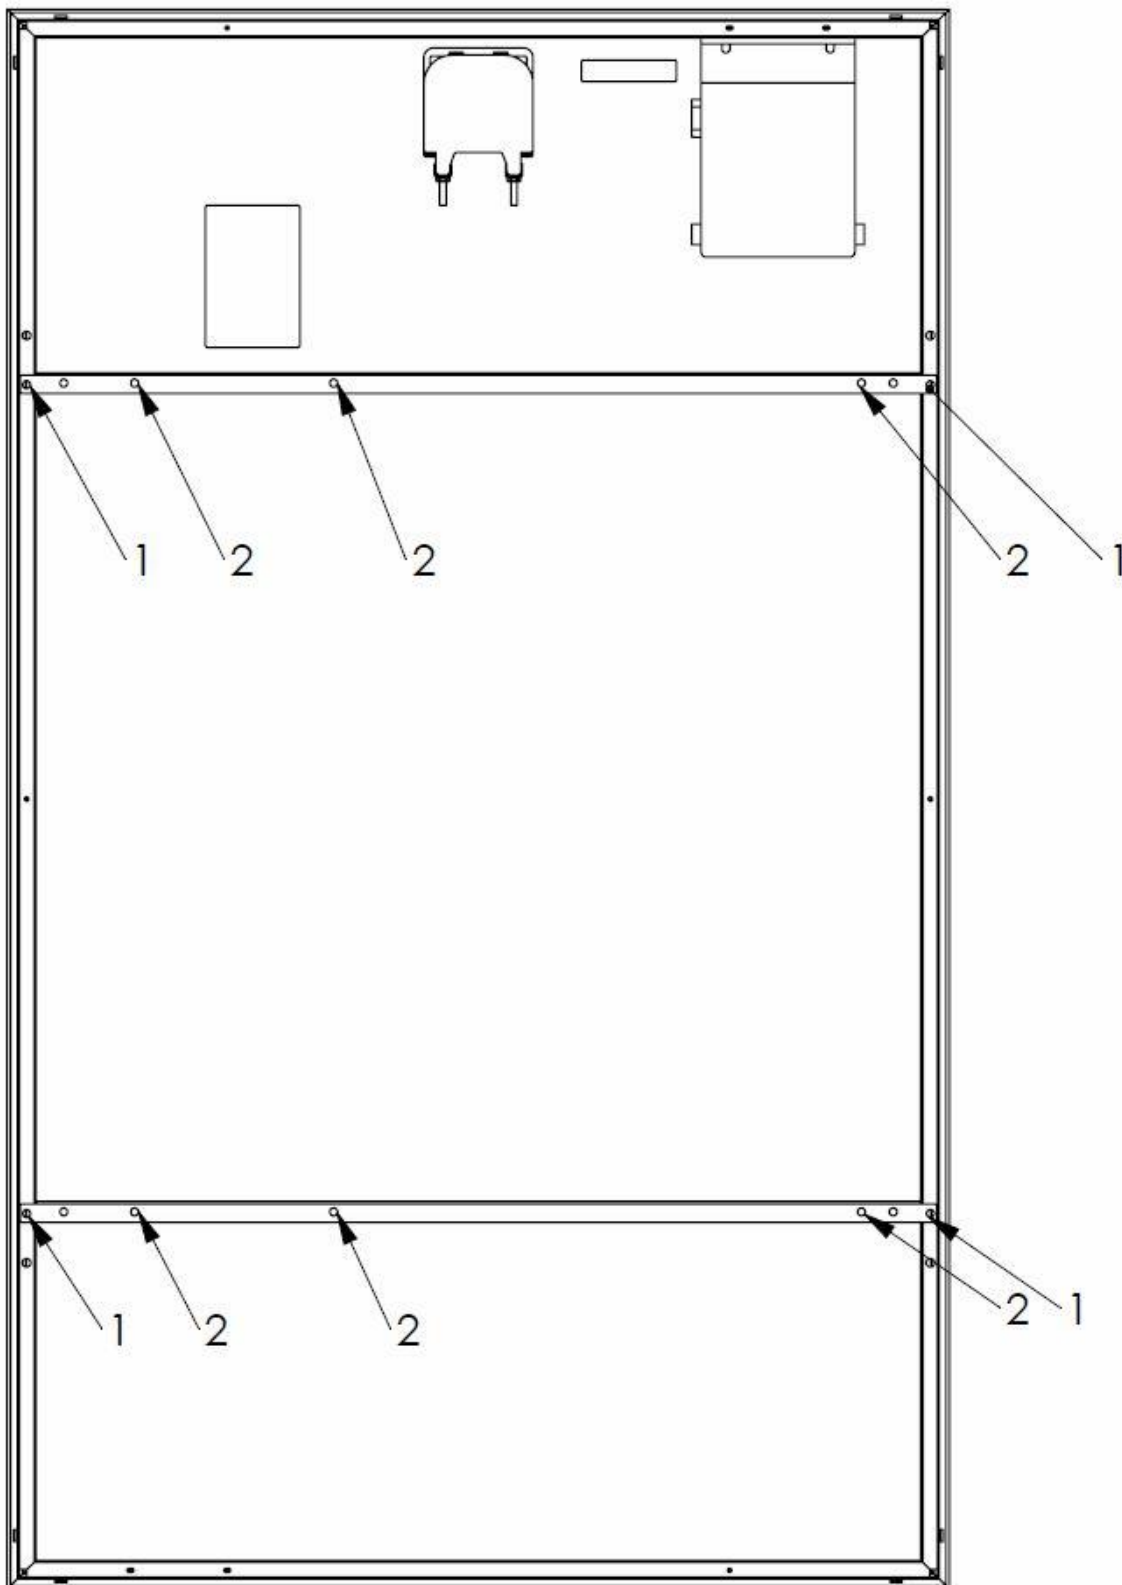
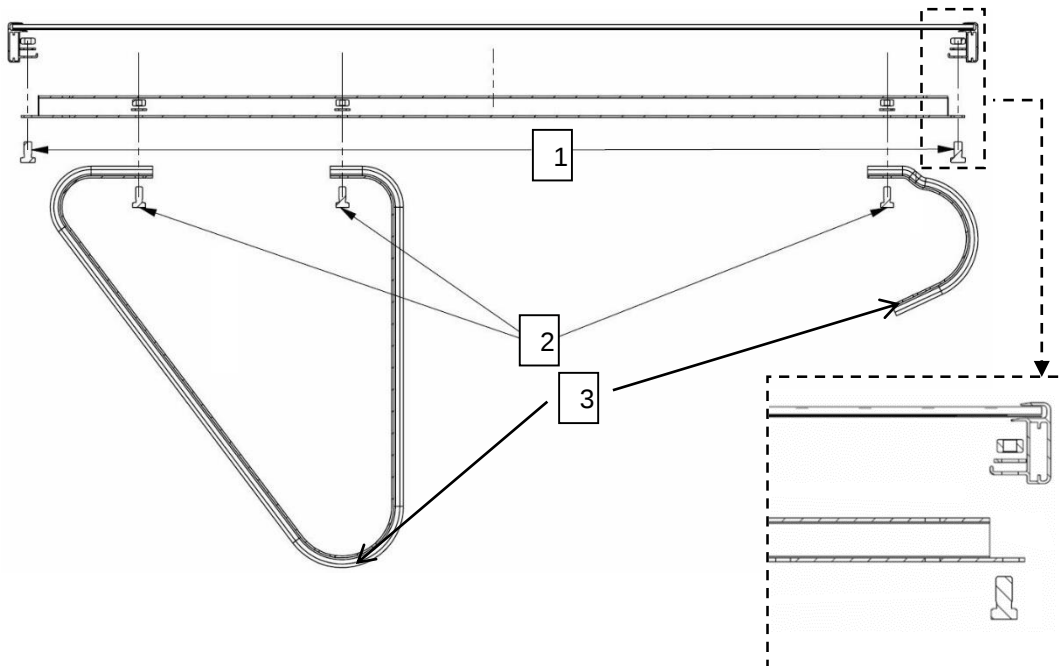

Abbildung 7: Schraubenpositionen für die Montage auf Standfüßen
Abbildung 8: Detailansicht für die Montage mit Standfüßen (Backrail und Modul-Querschnitt von oben)
Die Nummerierungen in Abbildung 7 zeigen an, welche der markierten Schrauben in Abbildung 8, zu welchen Positionen am Modul gehören.
Schritt 1: Befestigen Sie zunächst Standfuß vorne und Standfuß hinten mit den beiliegenden, verzinkten Schrauben (M8x16) an der Backrail. Führen Sie dazu die Schrauben durch die Montagelöcher der Standfüße und durch die (in Abbildung 7) markierten Löcher der Backrail und fixieren Sie dort (auf der Innenseite der Backrail) die Schrauben mit den beigelegten M8-Muttern und M8-Unterlegscheiben mit einem Gabelschlüssel. Dieser Schritt muss doppelt ausgeführt werden!